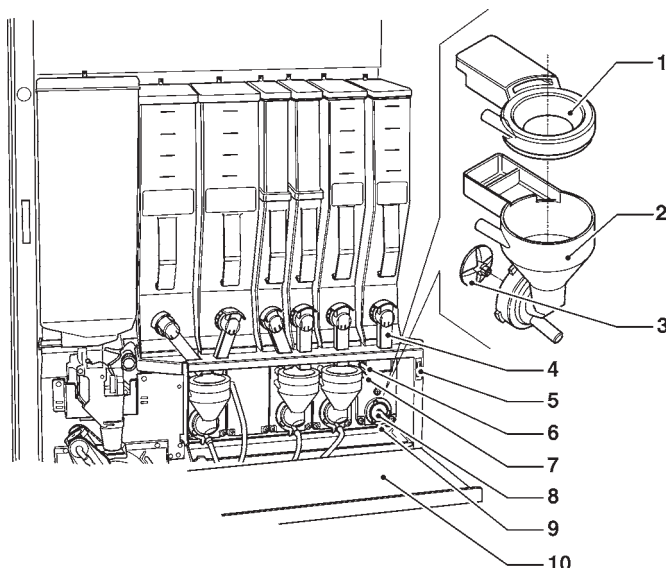

Fig. 31
- asportare (vedi fig. 31) dai mixer gli imbuto delle polveri, i convogliatori acqua, gli imbuto deposito polvere e le ventoline dei motofrullatori;